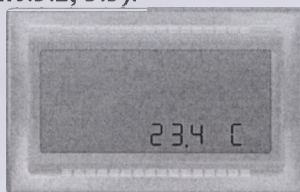

Рис.3.2
- текущая температура Термотеста (рис.3.2, 3.3).